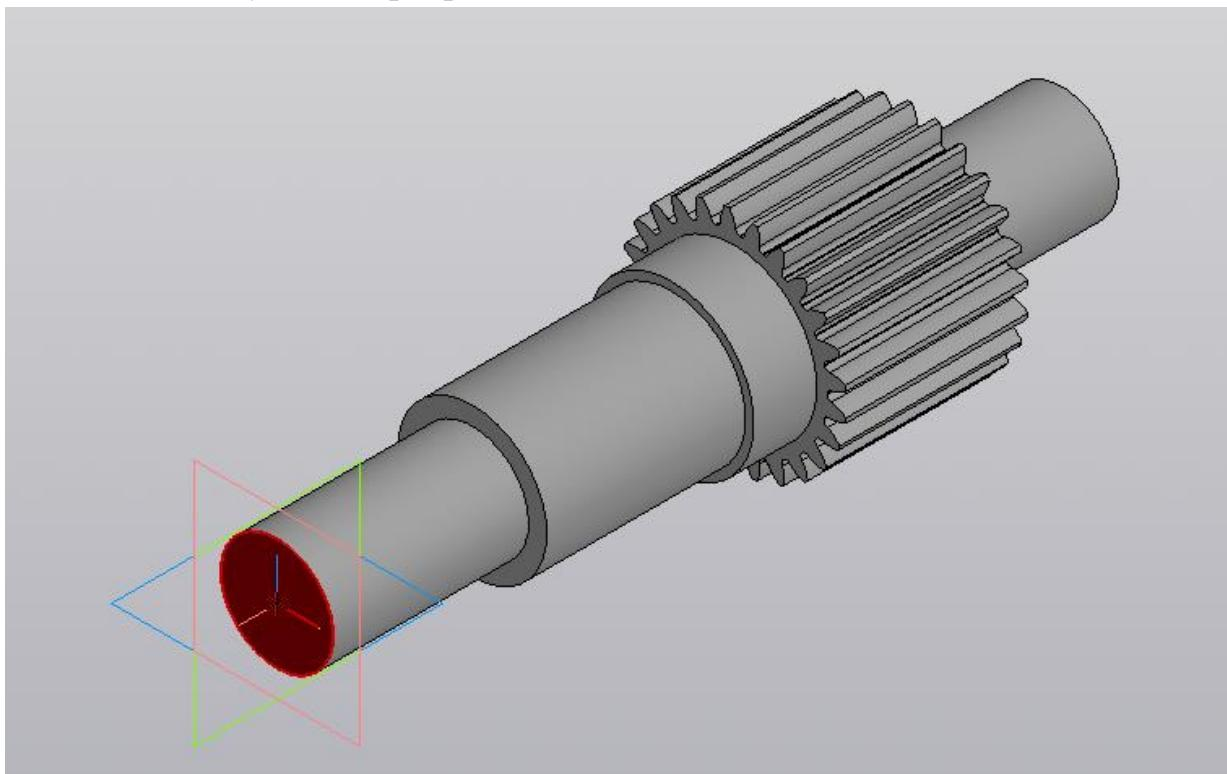

Рисунок 14 - Выбор грани для построения центрового отверстия
- В окне модели укажите нужную грань вала-шестерни (рисунок 14). Слева на панели Позиционирование нажмите кнопку Центр круглого ребра , а в окне модели укажите ребро.